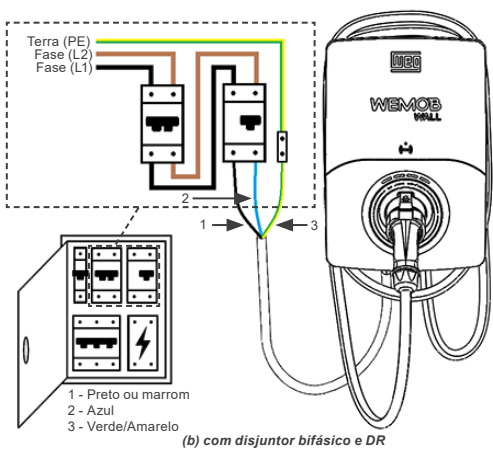

Figura 5.3: (a) e (b) Exemplos de ligação elétrica monofásica (L1-N-PE) e bifásica (L1-L2-PE)
- A codificação de cores dos cabos de alimentação apresentados na Figura 5.3 são apenas ilustrativos e pode não seguir um padrão internacional.